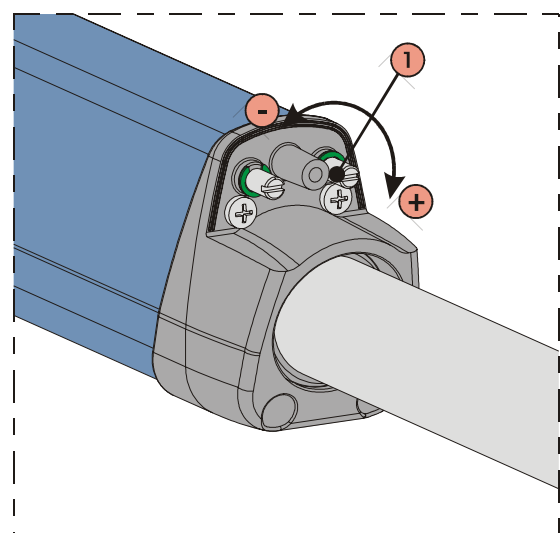

Fig. 20
- 2) Per regolare il finecorsa di **chiusura FCC** agire sulla vite di regolazione, Fig.20 rif.1, ruotandola in senso orario per aumentare la corsa dello stelo e, viceversa, in senso antiorario per ridurla.